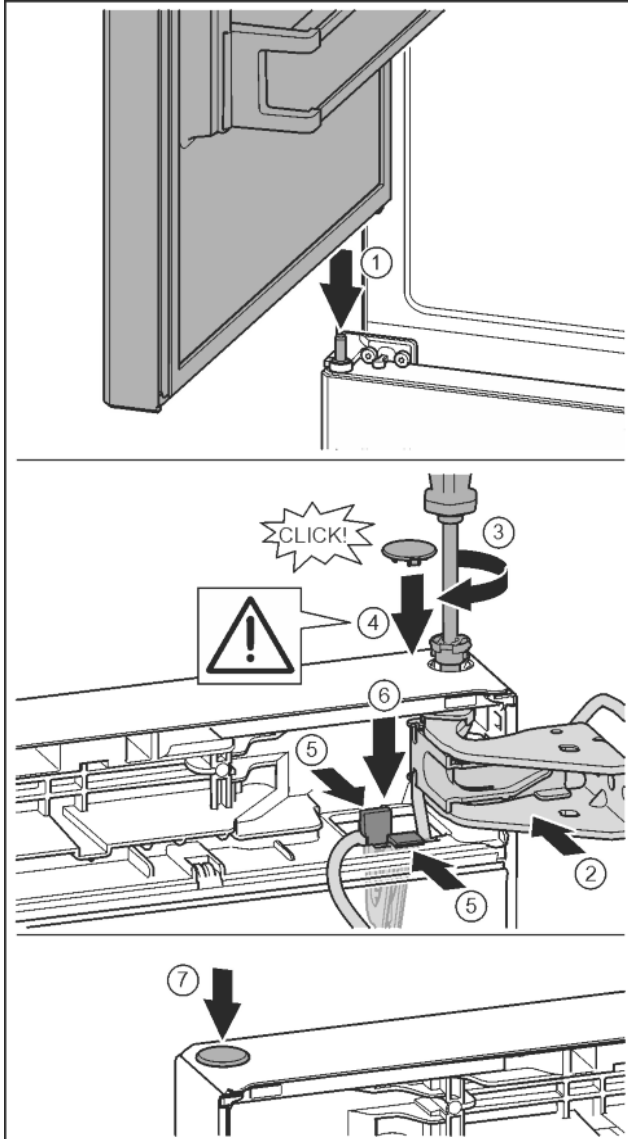

Fig. 35
- ▶ Mettre la porte supérieure sur l'axe de palier du milieu. *Fig. 35 (1)*
- ▶ Orienter la porte en haut pour l'ouverture dans le support de palier. *Fig. 35 (2)*
- ▶ Poser le boulon et le visser avec un tournevis T15. *Fig. 35 (3)*
- ▶ Monter le cache de sécurité pour sécuriser la porte : Mettre en place le cache de sécurité et contrôler s'il repose sur la porte. Sinon, enfoncer à fond le boulon. *Fig. 35 (4)*
- ▶ Placer dans l'ouverture le support avec le câble attaché. La languette avec l'ouverture plus longue doit être orientée vers l'avant. *Fig. 35 (5)*
- ▶ Appuyer sur le support vers le bas jusqu'à ce que la languette s'enclenche. *Fig. 35 (6)*
- ▶ Mettre le bouchon en place. *Fig. 35 (7)*